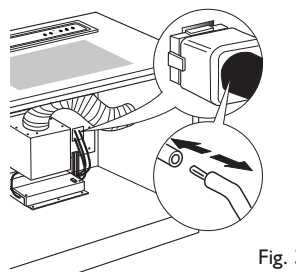

Fig. 3
- que dans la connexion à 9 pôles, les fils sont tous bien insérés dans le connecteur (dans la phase de branchement, une pression excessive pourrait plier les contacts). (Figure 3)